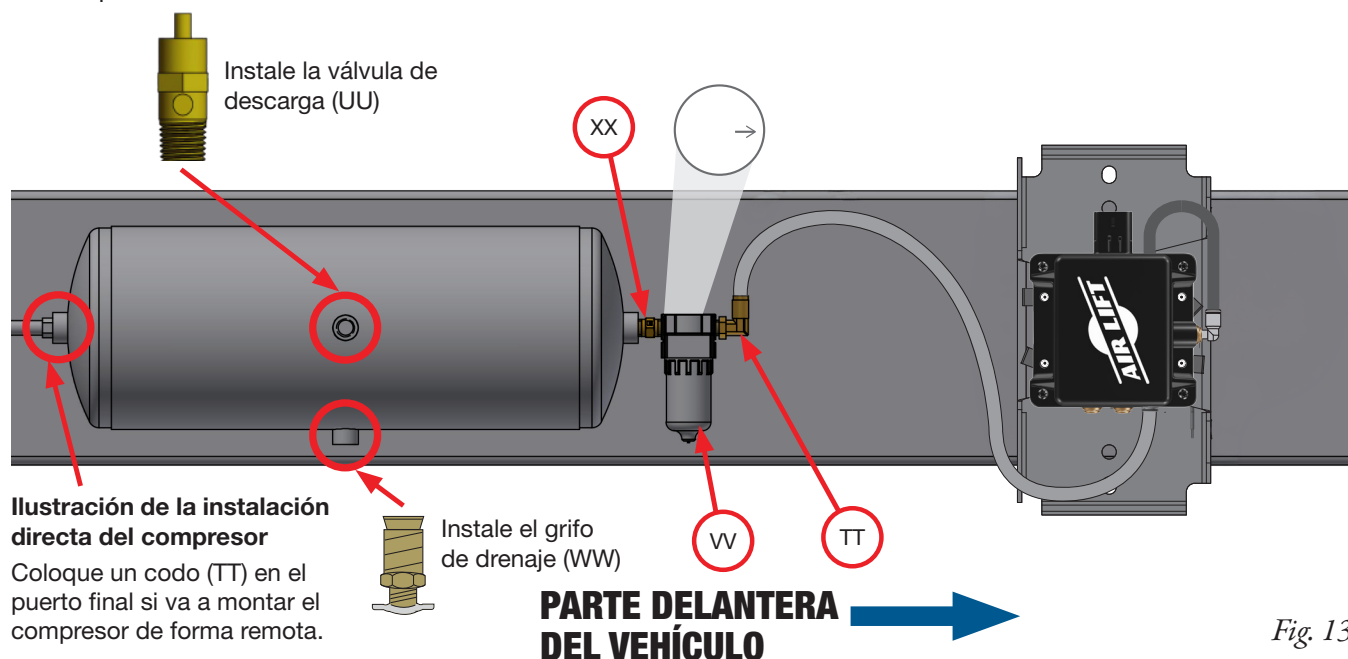

Fig. 13
1. Sepa en qué dirección planea montar el tanque con respecto a los demás componentes antes de comenzar a instalar los conectores necesarios para una configuración adecuada (Fig. 13 y 16).
2. Instale el grifo de drenaje (WW) en el puerto del tanque que debe apuntar hacia el suelo (Fig. 13). Aplique cinta selladora y apriete de 1 1/2 a 2 vueltas después de apretar con los dedos.
3. Instale la válvula de descarga (UU) a lo largo de la parte inferior del tanque utilizando uno de los otros (2) puertos disponibles y apriete 1 1/2 vueltas después de apretar con los dedos (Fig. 13).
4. Instale un conector de codo de 1/4" MNPT X 1/4" PTC (TT) en el último de los puertos inferiores (Fig. 13). Este se usará para el puerto de llenado manual más adelante en este manual.
5. Instale un niple hexagonal de 1/4" (XX) desde el tanque hasta el filtro (VV) y luego instale un conector en codo (TT) desde el filtro hasta el puerto final orientado hacia el colector/conjunto EZ Mount (Fig. 13). Aplique cinta selladora y apriete de 1 1/2 a 2 vueltas después de apretar con los dedos. Asegúrese de que la flecha en la parte superior del filtro apunte hacia el EZ Mount.
6. Si la longitud de la línea de conexión del compresor no es suficiente para conectarla directamente al tanque, instale un codo (TT) en el último puerto final (Fig. 13). Aplique cinta selladora y apriete de 1 1/2 a 2 vueltas después de apretar con los dedos.